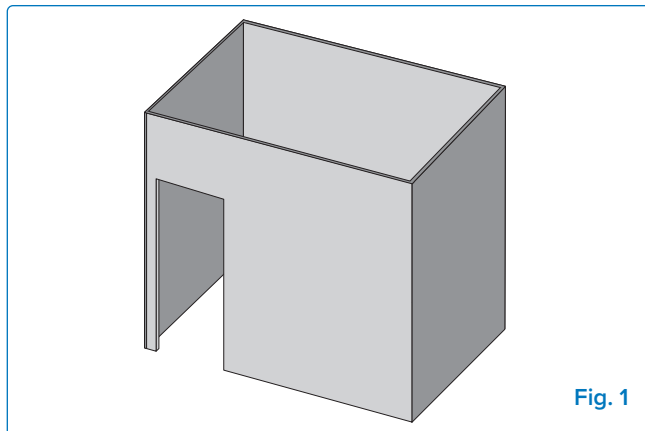

Fig. 1
- Se considera que el aparato está al aire libre si se instala en un refugio con paredes en tres lados pero sin cubierta superior. **(Fig. 1).**
4. Si el piloto y el quemador no se encienden en 5 segundos, gire la perilla de control en sentido horario hasta la posición OFF. Espere 5 minutos a que se disipe el gas (**Fig. 1**). Repita los pasos 2 y 3, o consulte las «Instrucciones de encendido alternativas» a continuación (**Fig. 11-12**).